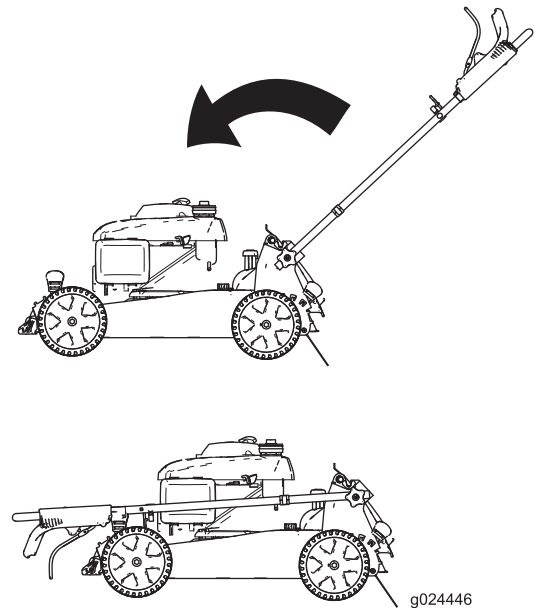

Figure 28
2. Pliez le guidon complètement en avant, comme montré à la Figure 28.